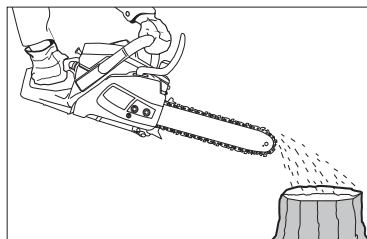

Рис. 13
4. Перед началом работы проверьте уровень масла: включите бензопилу и держите ее над подстилкой. При достаточной смазке образуется тонкий след капающего масла. (рис. 13).